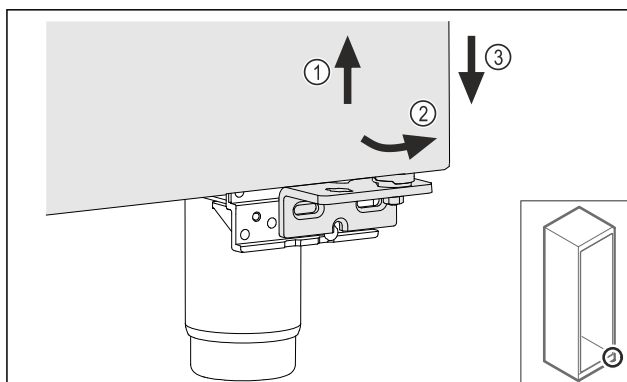

Fig. 26
- ▶ Tõstke ust veidi üles Fig. 26 (1), kallutage all ettepoole Fig. 26 (2) ja langetage Fig. 26 (3).